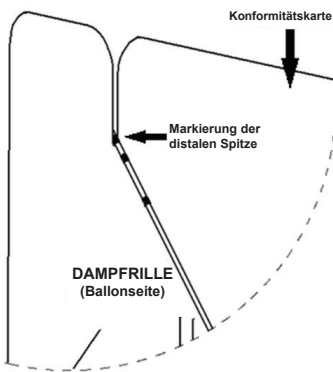

Abbildung 2 – Gerade Konfiguration
5. Das Markierungsband für die distale Spitze mit der Biegung unten und innerhalb der Dampfrille platzieren. (siehe Abbildung 2)
4. Das Markierungsband für die distale Spitze unten und innerhalb der Dampftrille platzieren. (siehe Abbildung 2)